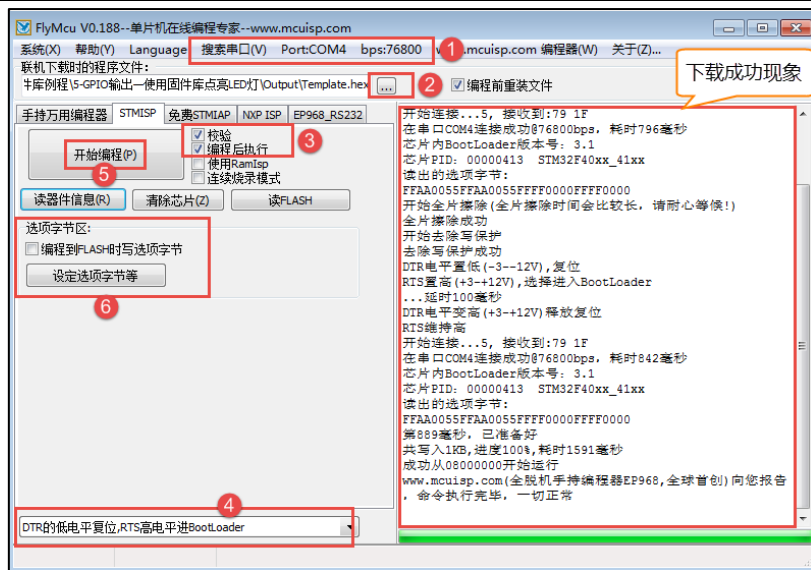

图 4-4 ISP 下载配置和下载成功现象
打开 FlyMcu 软件，具体配置见图 4-4：①搜索串口，设置波特率为 76800（不要超过 115200）、②选择要下载的 HEX 文件、③校验、编程后执行、④DTR 低电平复位，RTS 高电平进入 bootloader、⑤开始编程、⑥选项字节的勾去掉，如果勾选上则下载程序后不能自动运行。如果出现一直连接的情况，按一下开发板的复位键即可。下载成功后的现象具体见图 4-4 中的下载成功现象指示的方框部分。